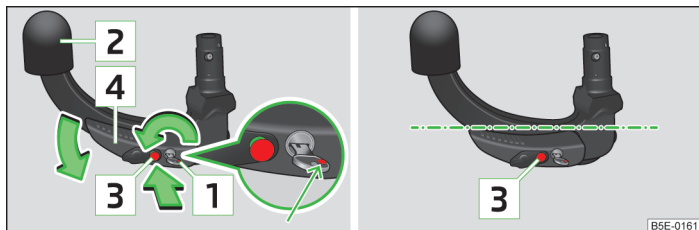

Abb. 105 Bereitschaftsstellung einstellen / Bereitschaftsstellung
- Den Schlüssel drehen, sodass seine rote Markierung **1** » Abb. 105 sichtbar ist.